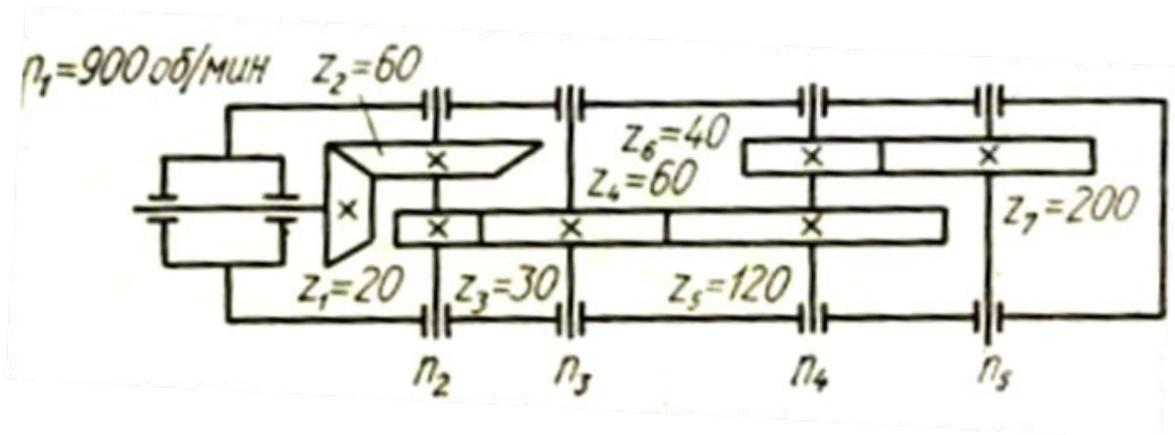

Рис. 4.
3.13. По заданным условиям определить частоту вращения на выходе  $n_5$  (рис. 4).